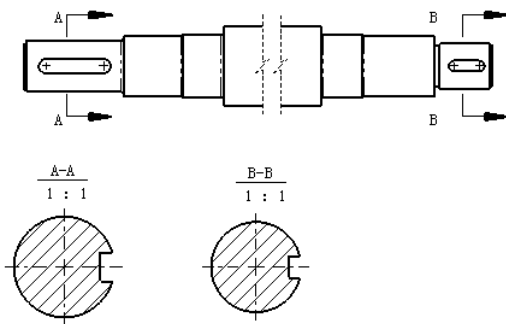

图 6.14.9 调整视图位置
Step1. 解除视图对齐。在视图 A-A 虚线处右击, 在弹出的快捷菜单中选择 **视图对齐** → **解除对齐关系 (A)** 命令; 在视图 B-B 虚线处右击, 在弹出的快捷菜单中选择 **视图对齐** → **解除对齐关系 (A)** 命令。
Step3. 对齐视图。在视图 A-A 区域右击, 在弹出的快捷菜单中选择 **视图对齐** → **中心水平对齐 (C)** 命令, 此时鼠标样式变成 , 单击视图 B-B, 此时视图 A-A 与视图 B-B 沿中心线水平对齐, 如图 6.14.9 所示。